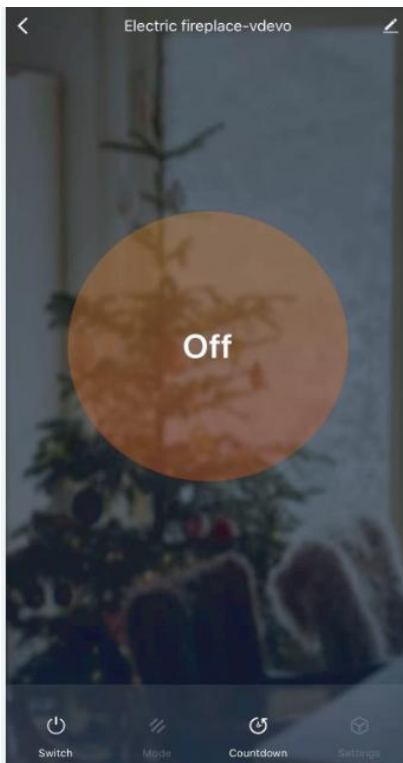

Abb. 6
1. Du kannst das Gerät über dein Smartphone unter WLAN oder im 4G/LTE-Netz bedienen. Öffne die Hauptansicht des Geräts in der App – dort siehst du die Optionen: „Schalter“, „Modus“, „Countdown“ und „Einstellungen“, wie in Abbildung 6 dargestellt.